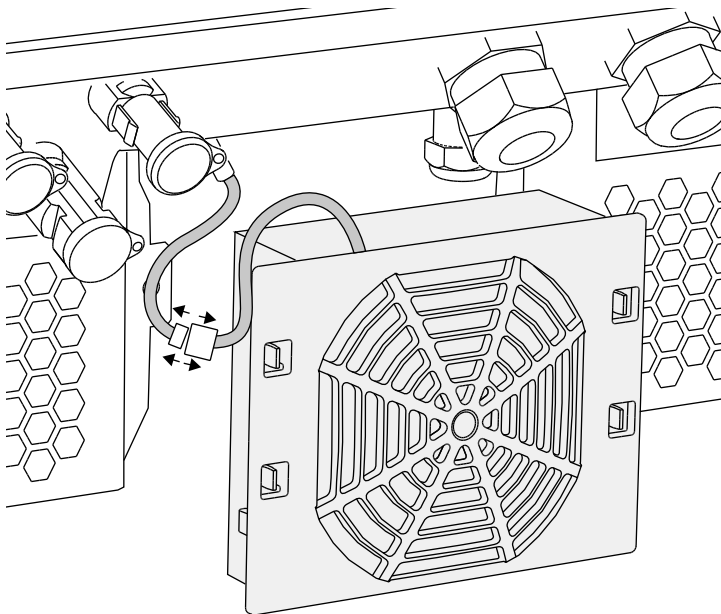

Fig. 59: Retirar el cable del ventilador
4. Extraer la unidad del ventilador completamente de la carcasa. Para ello, separar la conexión de enchufe del cable del ventilador.  **Fig. 59**